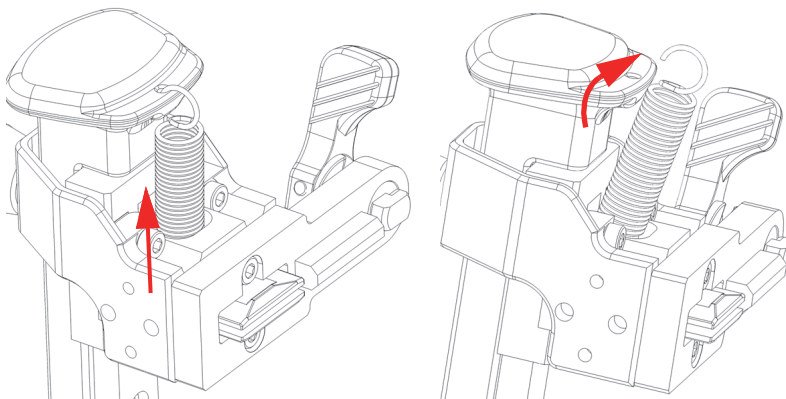

Figura 2-27 Remoção da mola
2. Remova a parte superior da mola do orifício na alça de elevação do SLA (Figura 2-27 na página 56).